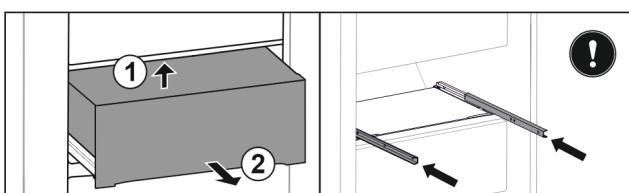

Fig. 114
- Повдигнете чекмеджето отдолу отзад. Fig. 114 (1)
- Извадете чекмеджето напред. Fig. 114 (2)